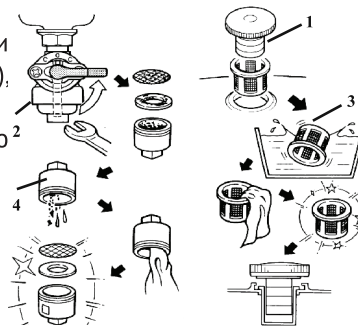

рис. 6
- снимите крышку бензобака (рис.6 поз.1) и колпачок крана подачи бензина (рис.6 поз.2), стараясь не повредить уплотнение;
- удалите загрязнения с фильтров (рис.6 поз.3 и 4) промыванием в растворителе (типа Уайт-Спирит) и продувкой;
6.6.2 Слейте или полностью выработайте имеющуюся в баке топливную смесь (слив производится снятием колпачка крана подачи топлива (рис.6 поз.2)).